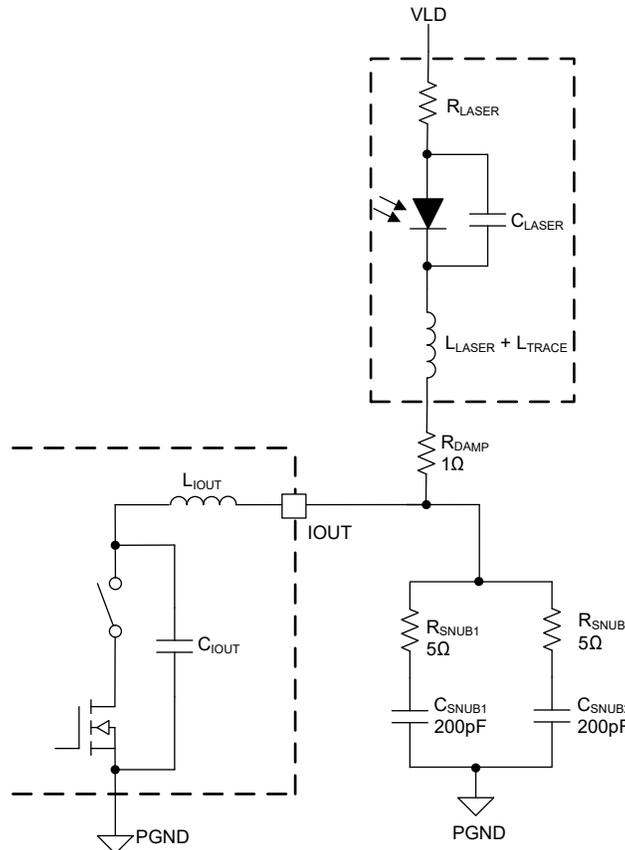

图 7-3. IOUT 路径的二阶 RLC 电路
- 为了在 IOUT 脉冲中实现关键响应，设计的目标是对图 7-3 中所示的二阶系统使  $\zeta = 1$ 。通过添加明显大于  $C_{IOUT}$  的  $C_{SNUB}$ ，二阶电路行为主要由  $C_{SNUB}$  值决定。